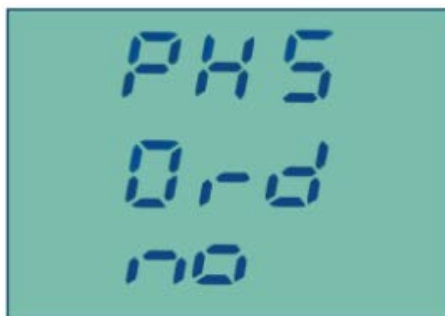

Рис. 9
5. Нажмите **Enter**, чтобы сохранить изменения (рис. 9).